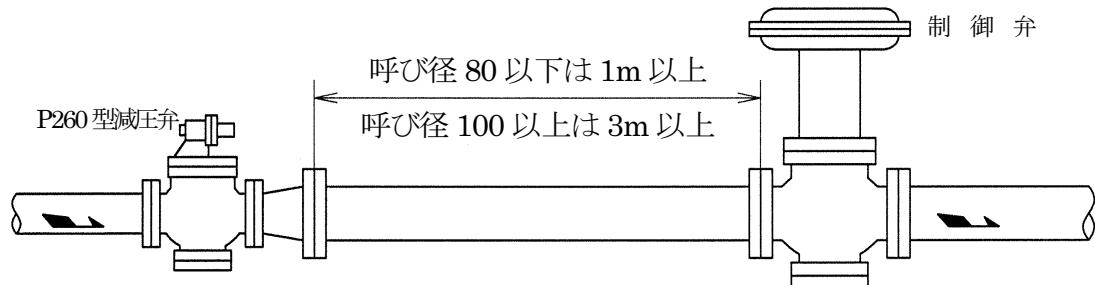

図 5 制御弁がある場合（二次側）
- f) 減圧弁の二次側に制御弁を取付ける場合、減圧弁と制御弁の距離をできるだけ長く(呼び径 80 以下は 1 m 以上、呼び径 100 以上は 3 m 以上)とってください(図 5)。一次側に制御弁を取付ける場合も同様です。この場合、減圧弁は g)項の P260-DHC 型減圧弁をご使用ください。